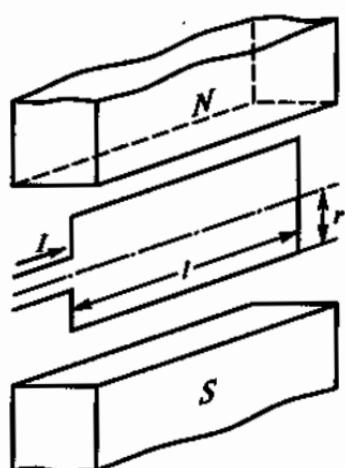

Рис. 61
2.37.Р. Каков момент, развиваемый рамкой с током, расположенной в магнитном поле на рис. 61, если $I=5 \text{ А}$, $l=0,2 \text{ м}$, $r=0,1 \text{ м}$,